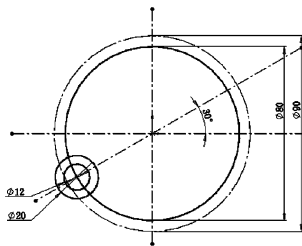

图 2-43 绘制两个小圆
STEP 6 单击“草图”工具栏中的“圆”按钮, 捕捉实线圆与斜线的交点, 绘制两个圆, 并为其添加直径“尺寸”分别为 20mm 和 12mm, 如图 2-43 所示。